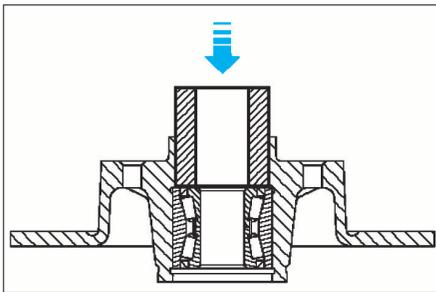

FIG. 24
- Extraire le roulement à l'aide d'une presse et d'un mandrin de Ø 50 mm, depuis l'extérieur du disque (Fig.24).